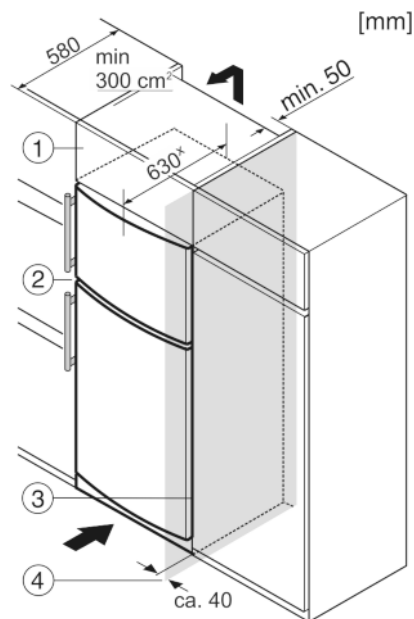

Fig. 10
L'appareil peut être réagencé avec des buffets de cuisine. Pour adapter l'appareil *Fig. 10 (2)* à la hauteur du coin cuisine, une rehausse *Fig. 10 (1)* peut être posée sur l'appareil.
Lors de la transformation avec des placards de cuisine (profondeur max. 580 mm), l'appareil peut être placé directement à côté du placard de cuisine *Fig. 10 (3)*. L'appareil dépasse latéralement de 34 mm \* et de 50 mm \* au centre de l'appareil par rapport à la face avant du placard de cuisine.
Si l'appareil est installé avec les charnières à côté d'un mur *Fig. 10 (4)*, la distance entre l'appareil et le mur doit être de 40 mm min. Ceci correspond à la saillie de la poignée lorsque la porte est ouverte.